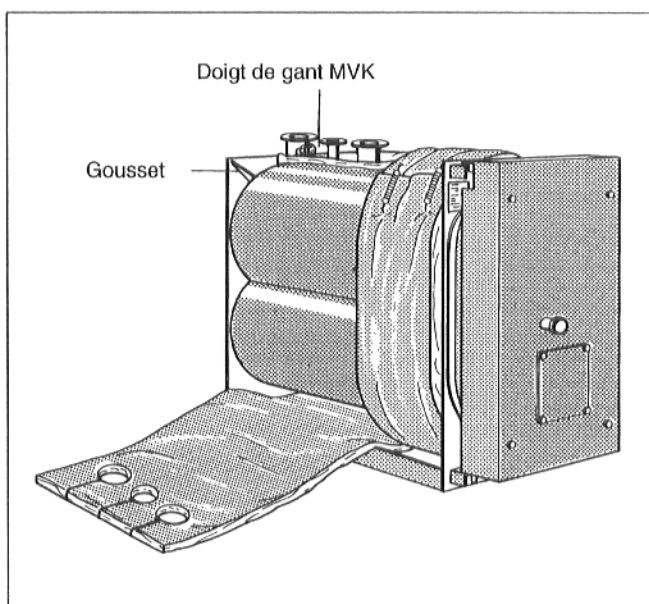

Fig. 6
- Enrouler les deux panneaux d'isolation autour du corps de la chaudière, faire chevaucher les extrémités et les fixer latéralement sur le haut à l'aide de 5 ressorts tendeurs (Fig. 6).
- Inciser les panneaux d'isolation aux extrémités des goussets (équerres de renfort) (Fig. 6).